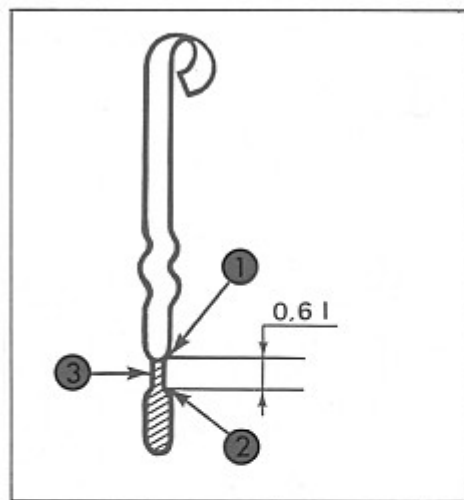

Fig. 26 - Astina di misurazione olio
- Per i rabbocchi, badare che il livello non oltrepassi l'estremità superiore della tacca sull'astina di misurazione. La distanza fra le due estremità della tacca corrisponde a circa 0,6 litri. (Fig. 26).